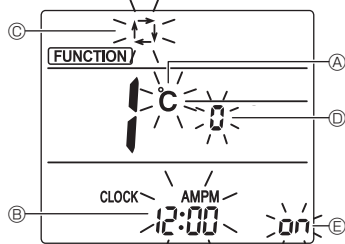

Fig. 7-10
3. İşlev No "1" in görüntülenip görüntülenmediğini kontrol edin ve SET düğmesine ③ basın. Görüntü ayar ekranı görüntülenecektir. (Fig. 7-10)